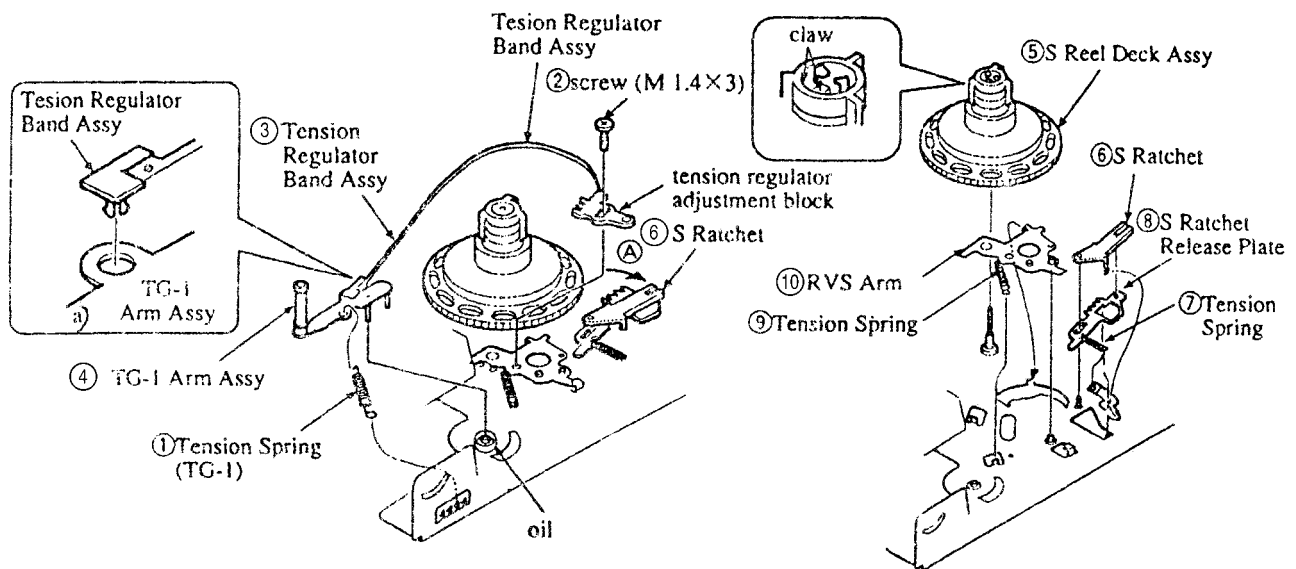

Рис. 9. Демонтаж узлов обратного натяжения
Демонтаж узлов обратного натяжения, рычага TG-1, приемного подкатушечника, храповика «8», пластины разблокировки храповика «S» и рычага «RVS» производят после вышеперечисленных операций (рис. 9) в следующем порядке.
- отсоединяют пружину (1) узла натяжения;
- отвинтив винт (2), отсоединяют узел ленточного тормоза (3) (BAND ASSY, TENSION REGULATOR, X-3945-396-1) от узла RVS (10);
- повернув храповик «S» (6) в направлении стрелки А, снимают пассив натяжения с подающего подкатушечника (5) (при этом нужно соблюдать осторожность, чтобы не помять очень тонкую металлическую пластину тормоза);
- снимают узел рычага (4) (TG-I) с подвижного шасси LS и затем вынимают из него крепление ленточного тормоза (рис. 9а).
- снимают с оси подающий подкатушечник (5), освободив защелки.
- освободив нажатием отвертки защелку храповика (6) (RATCHET, S, 3-965-560-01), удаляют его.
- отсоединяют пружину (7) храповика 8 (PLATE, RELEASE, S RATCHET, 3-965-561-01) с упора на LS шасси и снимают его.
- вынимают рычаг RVS (10) (ARM, RVS, 3-965-583-01), отсоединив пружину (9) от упора на LS шасси.